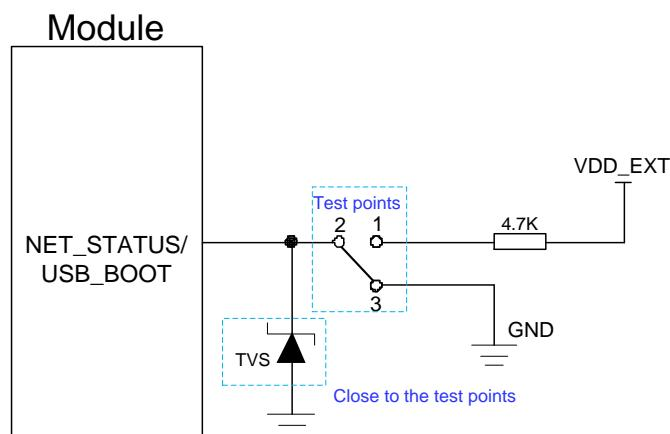

图 15: USB_BOOT 参考设计电路图
2. 使用 MCU 控制模块进入强制下载模式时需按照如上时序图进行控制，如需手动进入强制下载模式，请按照图 15 所示短接测试点即可。